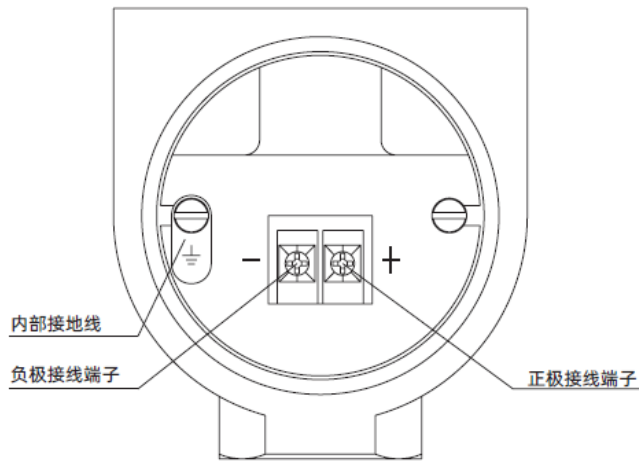

图 6 接线图
6.3.2 UQZ 型磁浮球液位变送器按下图完成接线-图 6